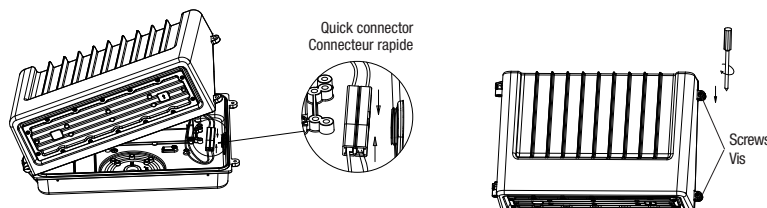
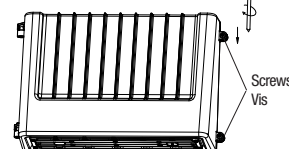

Fig. 7
Fig. 8
10. Connect the quick connector and close the luminaire by screwing the two screws (Fig. 7 and Fig. 8).
10. Brancher le connecteur rapide et fermer le luminaire en vissant les deux vis (Fig. 7 et Fig. 8).